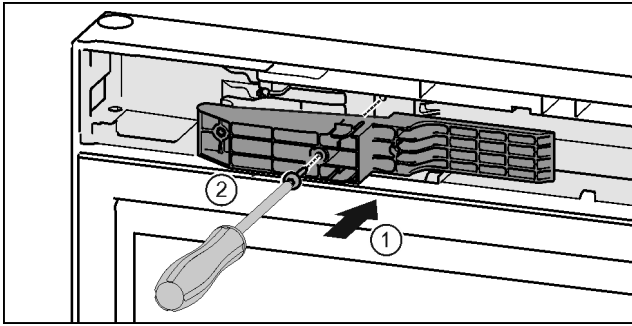

Fig. 46 *
- Inserire l'adattatore sul lato impugnatura nell'incavo. Fig. 46 (1)*
- Serrare le viti con il cacciavite T15. Fig. 46 (2)*